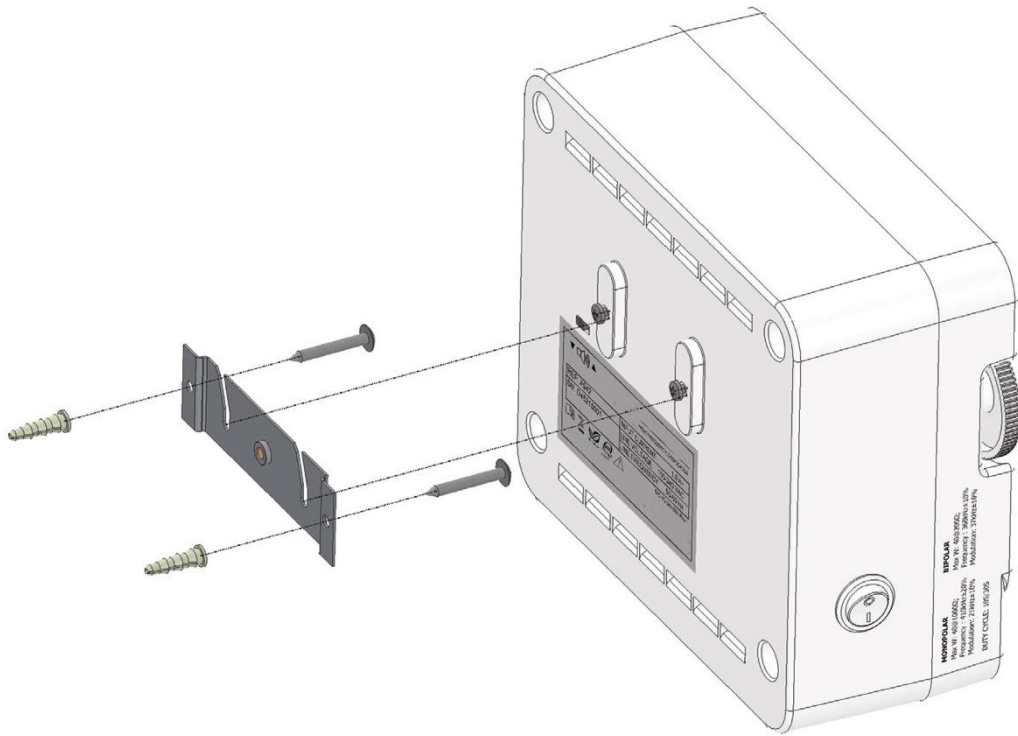

Abbildung 1
1. Montieren Sie den Bovie® DERM 942 mit Hilfe des Montagesatzes an der Wand oder auf dem mobilen Ständer, der nach Wunsch zusätzlich bestellt wird, indem Sie (siehe Abbildung 1). Die Einheit darf nicht in der horizontalen Position benutzt werden, da Flüssigkeiten leicht in die Einheit gelangen könnten.